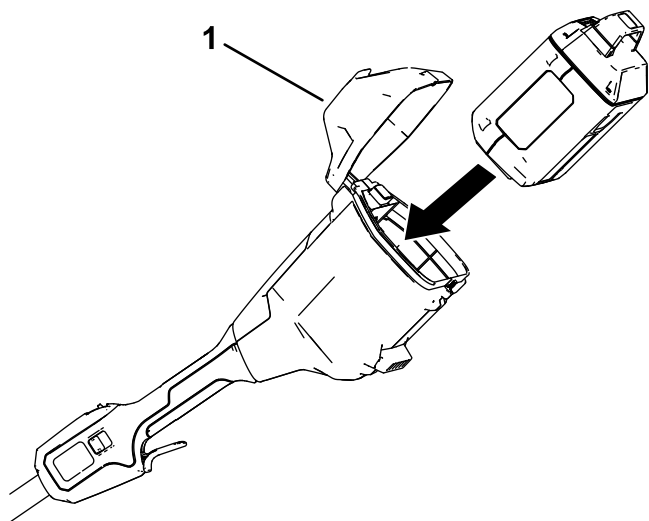

Figura 7
2. Abra a tampa da bateria (Figura 7).
3. Alinhe a cavidade no conjunto de baterias com a lingueta no compartimento da bateria (Figura 7).
4. Empurre a bateria para o compartimento da bateria até que esta encaixe no trinco (Figura 7).